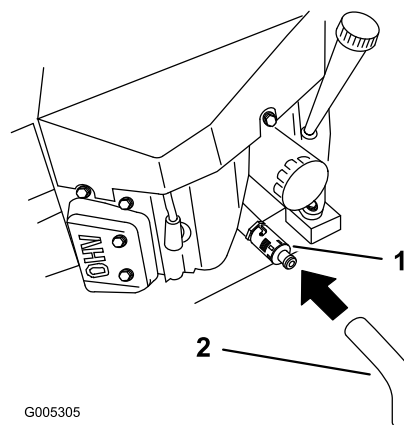

Figura 32
6. Collocate una bacinella sotto il tubo di spurgo. Girate la valvola di spurgo dell'olio per lasciare defluire l'olio (Figura 32).
8. Togliete il tappo di spurgo (Figura 32).